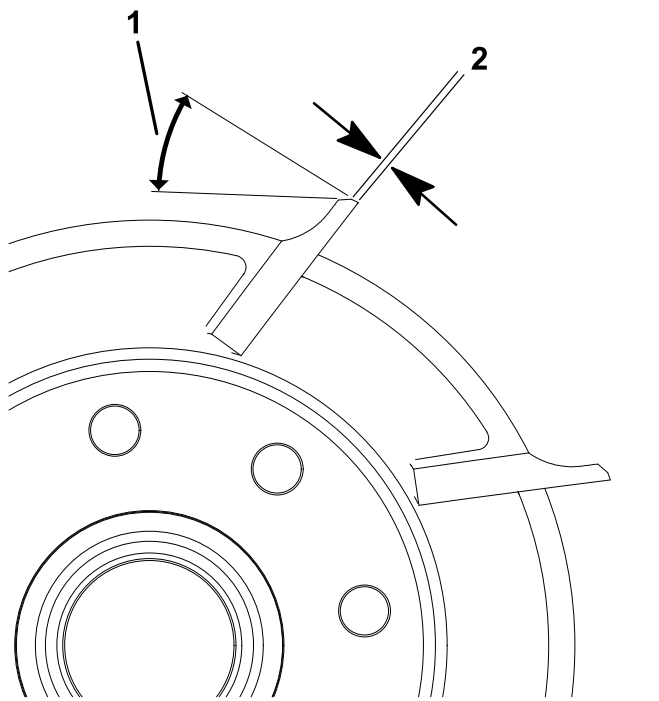

Figura 19
1. Afile todas las cuchillas con un rebajo de 30° hasta que la anchura de la superficie de incidencia sea de 0,76 mm (Figura 19).